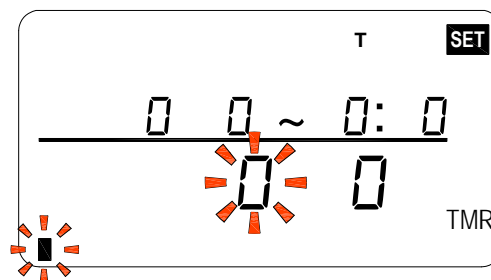

Abbildung 12
6. Drücken Sie  und wählen Sie den gewünschten Wochentag. Die Anzeige zeigt den Wochentag und Stunde und der Timerblock blinken, siehe Abbildung 12.